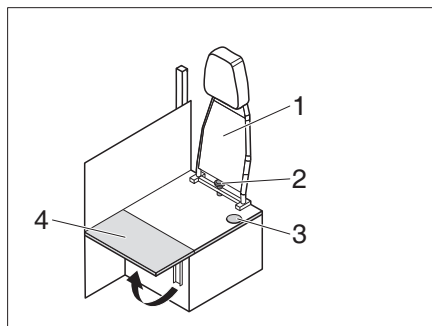

Fig. 216 Trasformazione da posizione di marcia a posizione abitativa
- Svitare la vite con manopola a stella (Fig. 216,2) e togliere lo schienale (Fig. 216,1) verso l'alto.
- Sollevare la prolunga del divanetto (Fig. 216,4).
- ▷ Per la trasformazione dalla posizione abitativa alla posizione di marcia procedere in ordine inverso. Prestare attenzione a condurre la cintura di sicurezza attraverso l'apertura (Fig. 216,3).